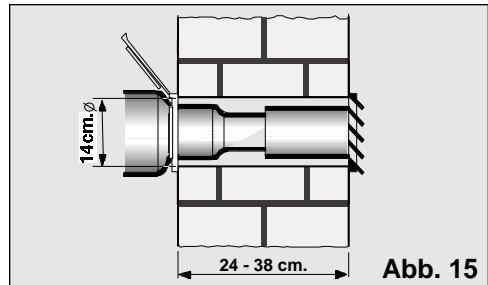

Abb. 15
- Um die Warmluft durch die Wand abführen zu können, muss in der betreffenden Mauer für das Passrohr eine Öffnung mit 14 cm Durchmesser gebohrt werden, siehe Abb. 15.